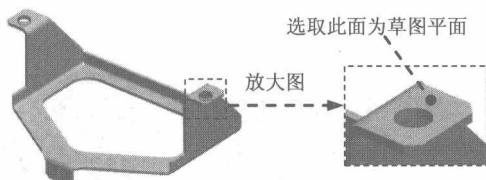
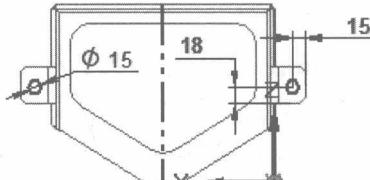

图1.21 法向除料特征1
图1.22 截面草图
Step16. 创建图1.21所示的法向除料特征1。
(1) 选择命令。在**主页**功能选项卡的**钣金**工具栏中单击**打孔**按钮，选择**法向除料**命令。
(2) 定义特征的截面草图。在系统**单击平的面或参考平面**的提示下，选取图1.21所示的模型表面为草图平面，绘制图1.22所示的截面草图，单击“主页”功能选项卡中的“关闭草图”按钮，退出草绘环境。